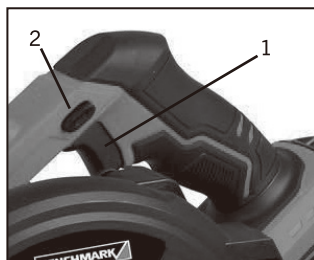

Fig. 5
1. Pour mettre la scie en MARCHÉ, appuyez sur l'interrupteur de verrouillage (2) du côté droit ou gauche, appuyez et maintenez la gâchette et appuyez sur l'interrupteur de déclenchement (1) (Fig. 5).